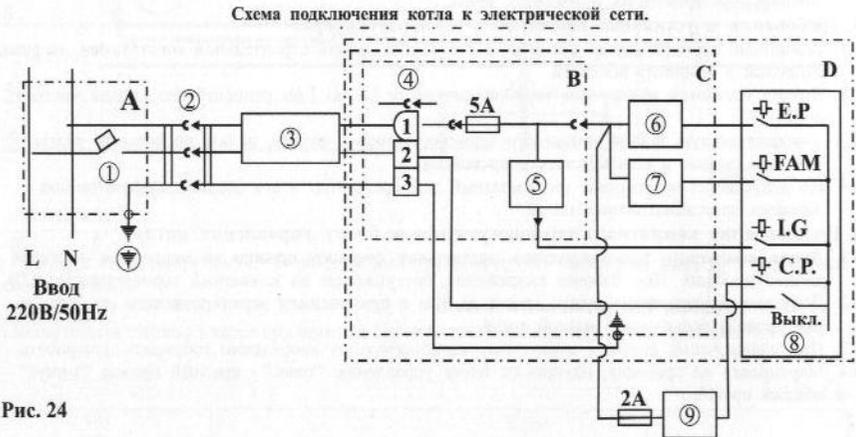
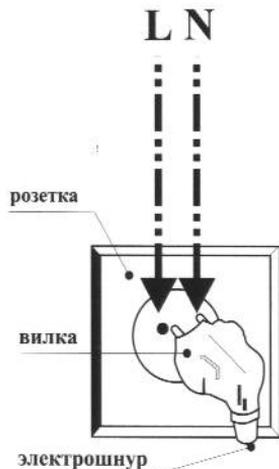

Рис. 24
Рис. 26
2. Подключение котла к электрической сети (Рис. 24).
- 2.1. Подключение котла к электрической сети отапливаемого объекта, как показано на схеме подключения котла к электросети (см. рис. 24 и рис. 26).
- 2.2. Электрическое оборудование котла должно питаться от одного источника электроэнергии и выключаться при помощи одного выключателя (см. рис. 24).
- 3.4. Подачу электропитания на котел выполняет электрический соединитель, состоящий из розеточной и вилочной частей, см. рис. 24 поз.2, и рис. 26. Включение/выключение электропитания автоматики котла выполняет выключатель на блоке управления. Однако, когда выключатель на блоке управления находится в положении “Выключено”, электропитание продолжает обеспечивать работу узла безопасности котла. Котел считается обесточенным, когда вилка отключена от электросети.
6. Порядок включения котла в электророзетку (Рис. 26).
- 6.1. Коммутация проводов на электророзетке выполняется, как показано на рис. 26. Слева от лицевой стороны электророзетки к контактному винту подключается фазовый провод “L”, справа к контактному винту подключается нулевой провод “N”.
В комплекте котла поставляется электрощур с электровилкой с зануляющим контактом с одной стороны и с разъемным соединением 3PIN (см. поз. 4 на “Схеме подключения котла к электрической сети”, (рис. 24) через питающий провод соединяется со штифтом “L” электровилки (см. рис. 26). Штифт “L” электровилки соединяет ся с гнездом “L” электророзетки.